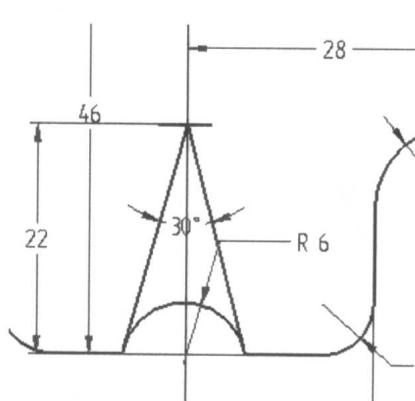

图 1-15
9. 用直线命令 画出图形, 用两图素间的尺寸标注命令 、角度标注命令 等进行尺寸约束, 如图 1-15 所示。